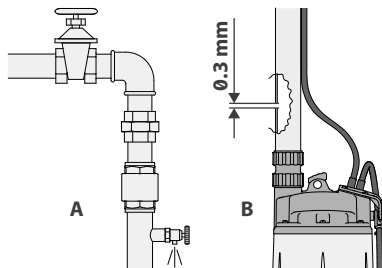

Fig. 6.6 - Accorgimenti di sfido.
- installare un piccolo rubinetto di sfido manuale sul tubo di mandata, prima della valvola di non ritorno (Fig. 6.6-A);
- praticare un foro di circa 3 mm sul tubo di mandata, dopo la bocca della pompa (Fig. 6.6-B). Posizionarlo vicino alla bocca di mandata in modo che, a pompa funzionante, il piccolo getto d'acqua che da esso fuoriesce rimanga all'interno del pozzetto.